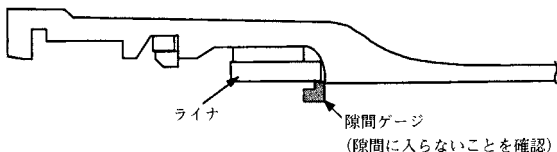

図43 ライナ位置の確認
- ① 隙間ゲージが、ライナと受口奥部との間に全周にわたりに入らないことを確認する(図43参照)。